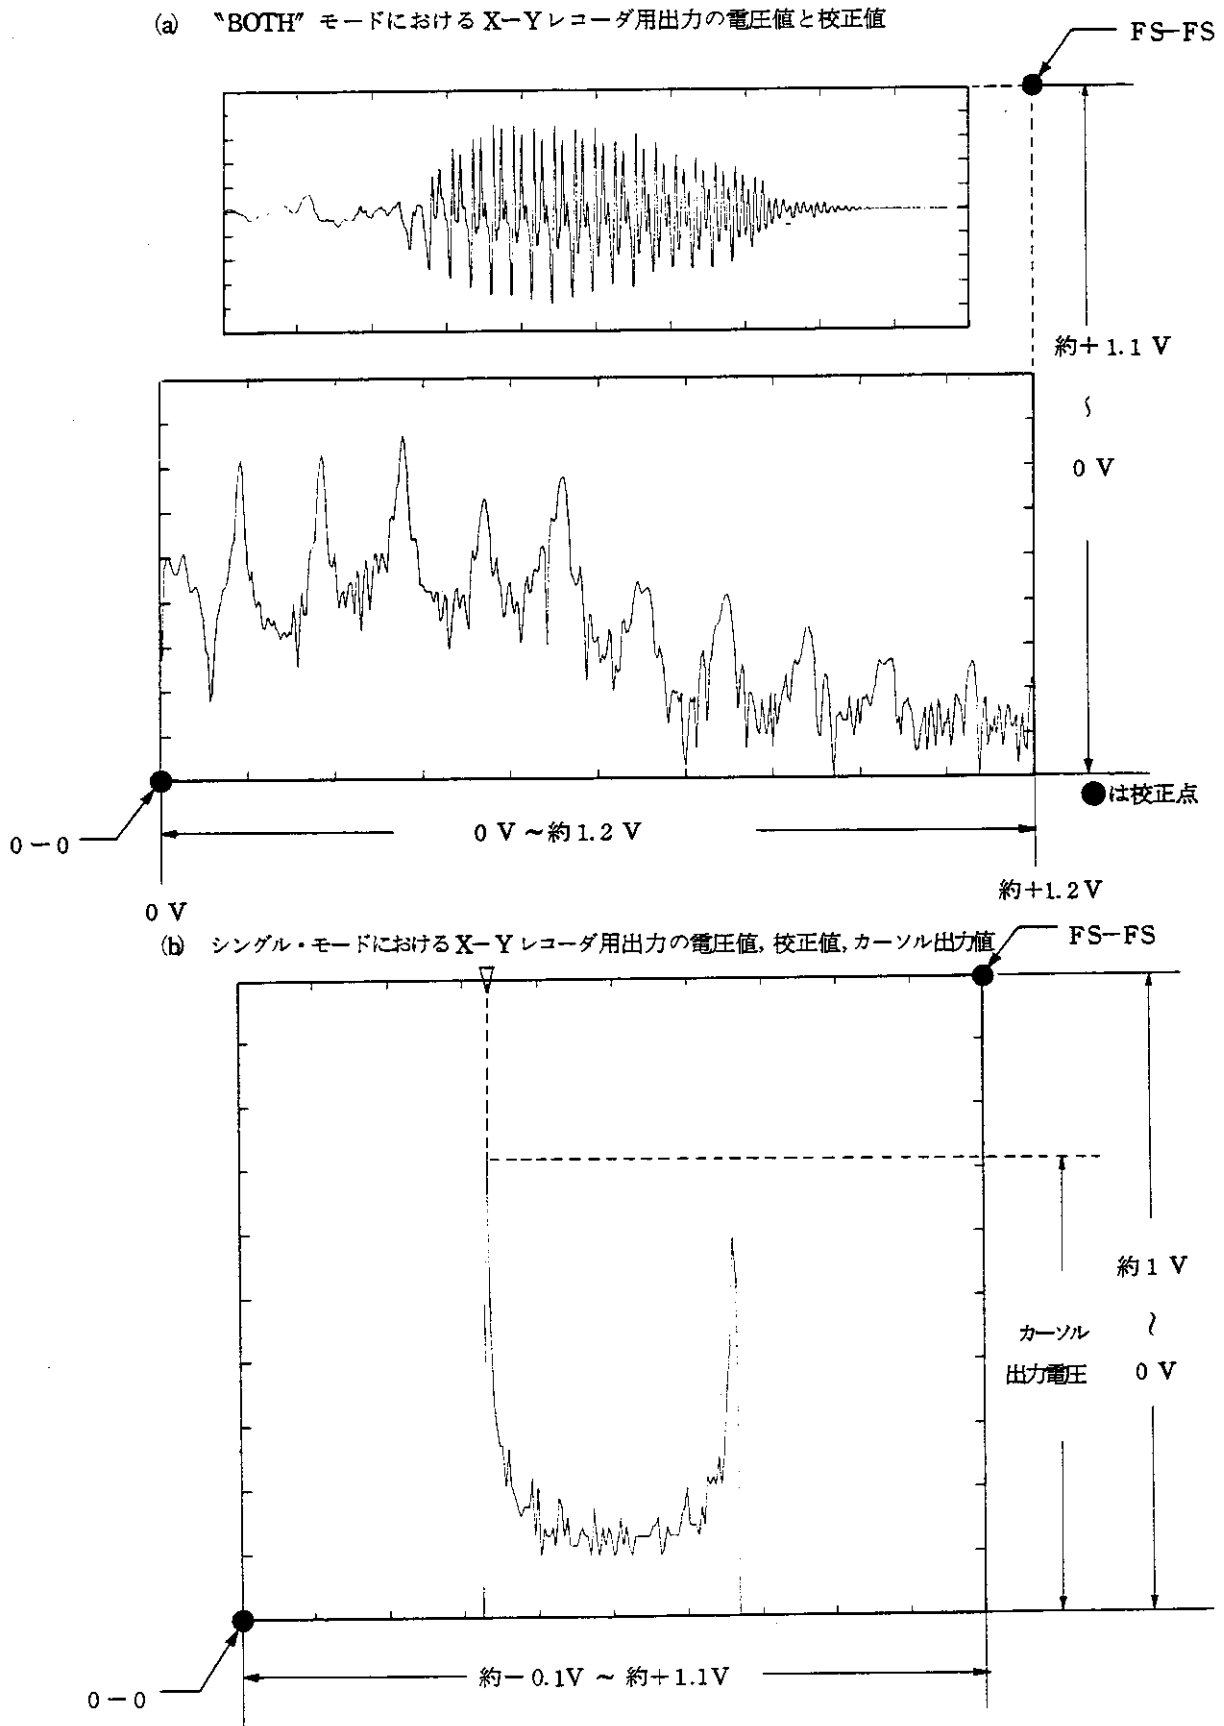

図 4-6 X-Yレコーダの校正方法
**CURSOR** セクションが **CURSOR-OFF** モードでは、オート・ピーク・サーチ・モードとなり、表示されているスペクトラム・データの最大値が常に自動的に検出されますから、その最大値のスペクトラムの周波数が変動しても **CURSOR OUT** の出力は、それに追従して出力されます。この出力振幅の校正は、**X-Y**レコーダ出力と同様に **0-0**, **FS-FS** スイッチによって行なうことができます。時間領域、振幅領域のデータに関しても、カーソルの位置の電圧値が出力されます。出力電圧値のデータ例を〔図 4-6(b)〕に示します。この“**CURSOR OUT**”モードを実行するには、対応するランプが点灯し、し
これら3つのスイッチは, [図4-6(a)(b)]の例に示すように, CRTディスプレイ上に表示されたデータとスケールを, 外部アナログX-Yレコーダで記録する場合の制御に使用します。[図4-6(a)]は, “**BOTH**”モードにおける記録例で, 上段が時間領域データ, 下段がその周波数領域データを記録しています。使用するX-Yレコーダは, 必ずペンのアップ/ダウンがリモート制御できるものをご利用下さい。X-Yレコーダの取扱い方法は, 専用の取扱説明書を参照して下さい。
接続が終了しましたら, **CSR OUT** ランプが消えていることを確認して, **0-0**スイッチを押します。このとき, [図4-6(a)(b)]に示す“0-0”点の電圧が, X軸, Y軸端子に出力されますから, X-Yレコーダの取扱説明書
にしたがって、X-Yレコーダ上の希望する位置に校正します。続いて、FS-FS スイッチを押しますと、〔図4-6(a)(b)〕に示す“FS-FS”点の電圧が、X軸、Y軸端子に出力されますから、X-Yレコーダ上の希望する位置に校正します。再度0-0スイッチを押して校正されていることを確認します。X-Yレコーダの種類によっては、この動作を何度か繰返す必要があります。